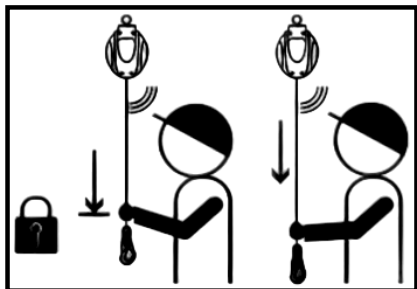

Fig. 2
- Suspenda los dispositivos anticaídas retráctil verticalmente, tire de la cinta despaacio. Inspeccione la cinta para ver que no hayan desperfectos (debe sacar toda la cinta fuera del retráctil para poder realizar dicha inspección). (ver Fig.2)